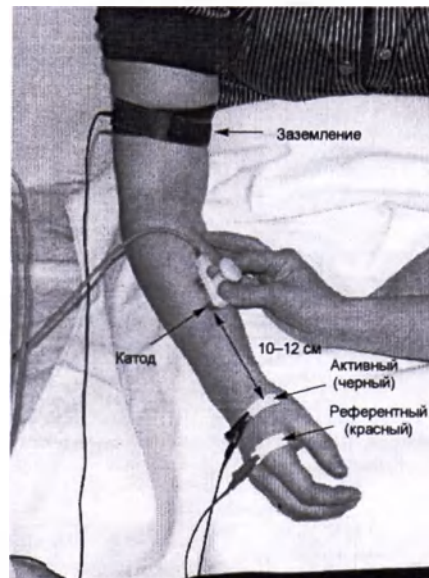

Рис. 65. Проведение стимуляции по гребню лучевой кости
7. Стимуляцию проводят на 10–12 см от активного электрода по гребню лучевой кости (рис. 65).